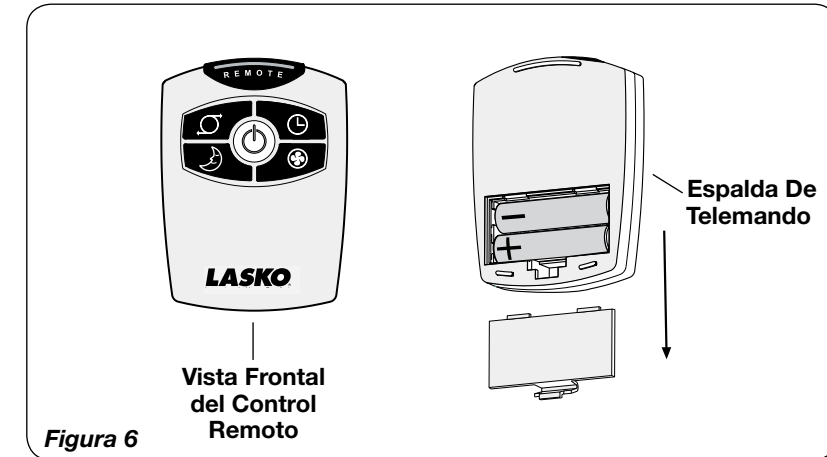

Figura 6
CONTROL REMOTO (Figura 6)
1. Instale la baterías (no suministró) como mostrado en la Figura 6. La batería es el tipo "AAA".
Este Ventilador puede hacerse funcionar mediante los Controles Manuales ubicados en la parte superior de la unidad (como se muestra en la *Figura 5*) o con el Control Remoto (se muestra en la *Figura 6*).